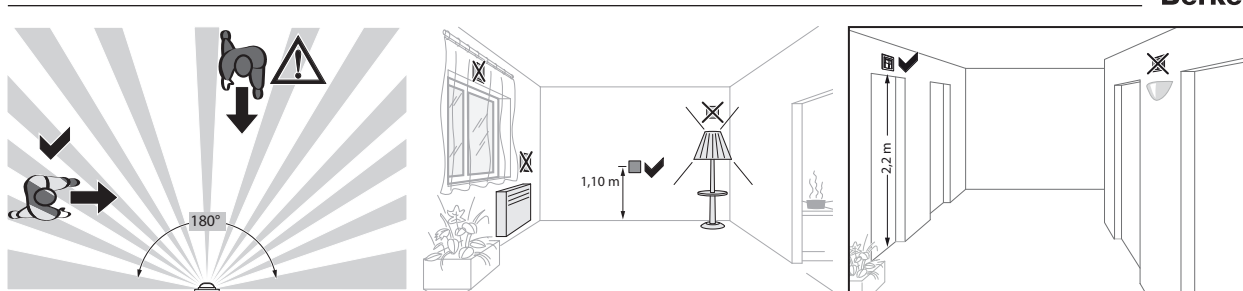

Bild 4: Montageort von Bewegungsmeldern
-  Bewegungsrichtung beachten: Unterschieden wird zwischen „darauf zugehen“ und „quer gehen“. Bewegungen quer zum Bewegungsmelder können besser erfasst werden als Bewegungen auf den Bewegungsmelder zu (Bild 4).
- Störquellen im Erfassungsbereich vermeiden. Störquellen, z. B. Heizkörper, Lüftungs-, Klimaanlage und abkühlende Leuchtmittel können zu ungewollten Schaltungen führen (Bild 4).